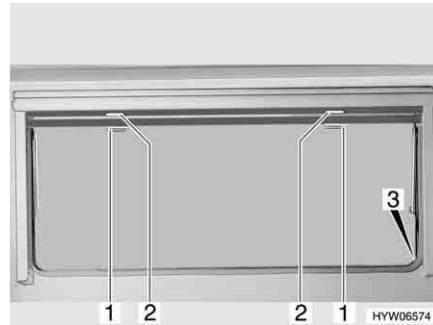

Bild 74 Ausstellfenster
- Verdunklungsrollo am Griff (Bild 74,2) nach unten ziehen. Wenn das Verdunklungsrollo ganz geschlossen wird, das Verdunklungsrollo auf beiden Seiten am Fensterrahmen in die Arretierung (Bild 74,3) einhängen.
- Wenn das Verdunklungsrollo vollständig geschlossen ist: Den Griff (Bild 74,2) nach unten drücken und den Griff dabei leicht nach innen ziehen. Das Verdunklungsrollo aus den Arretierungen links und rechts am Fensterrahmen aushängen.
- Wenn sich das Verdunklungsrollo in Zwischenposition befindet: Den Griff (Bild 74,2) leicht nach unten ziehen, bis sich die Arretierung gelöst hat.
- Insekenschutzrollo am Griff (Bild 74,1) nach unten ziehen und auf beiden Seiten am Fensterrahmen in die Arretierung (Bild 74,3) einhängen.
- Griff (Bild 74,1) nach unten drücken und den Griff dabei leicht nach innen ziehen. Das Insekenschutzrollo aus den Arretierungen links und rechts am Fensterrahmen aushängen.